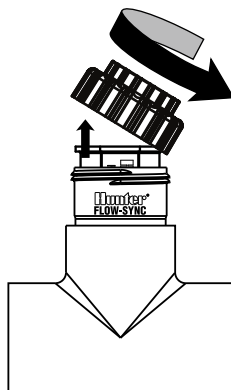

Figura 1
2. Retire a tampa do topo do FCT (figura 1).